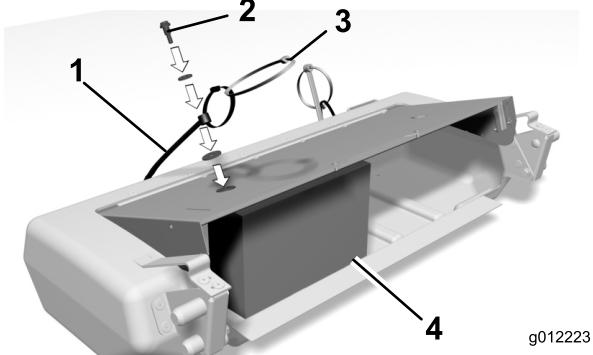

Figura 12
- Retire las arandelas y las tuercas de los pernos de la cinta (Figura 12).
- Usando los sujetacables de las cintas como tiradores, estire cada cinta hasta que puede sujetarla a la parte superior del recogedor con 2 arandelas y una contratuerca (Figura 12). Coloque una arandela en cada lado de la cubierta del recogedor.
Nota: Para facilitar la instalación de las cintas, coloque un bloque de manera de 10 cm x 20 cm (Figura 12) dentro del recogedor para elevar y sujetar la cubierta del recogedor.